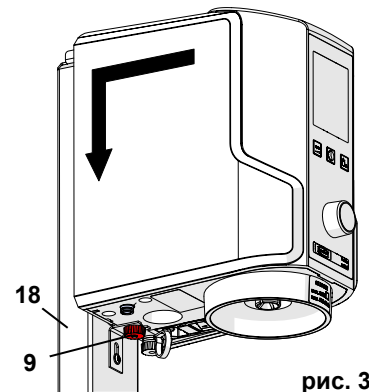

рис. 3
- ⇒ Прибор подстраховать гайкой с накаткой (9, рис. 3).